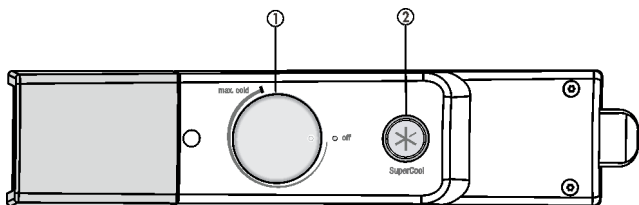

Fig. 3
- ▶ Pasukite temperatūros reguliatorių Fig. 3 (1) pagal laikrodžio rodyklę į vidurinio temperatūros taško padėtį tarp **off** ir **max cold**.
► Pasukite temperatūros reguliatorių Fig. 3 (1).